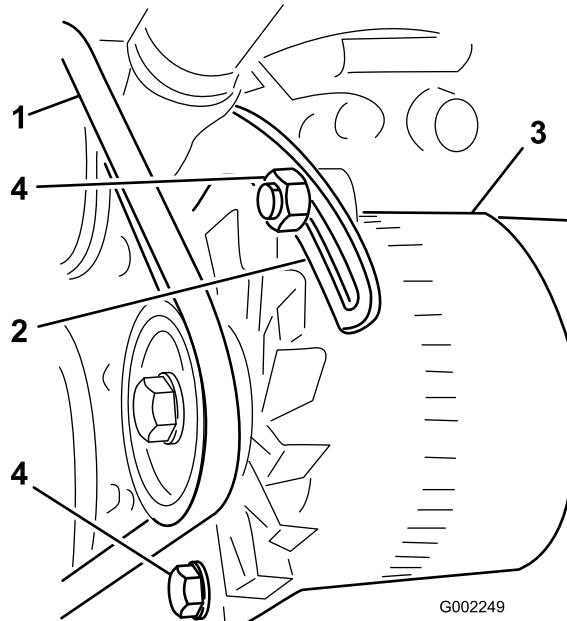

図 55
4. ブレースをエンジンに固定しているボルト、およびオルタネータをブレースに固定しているボルトをゆるめる (図 55)。